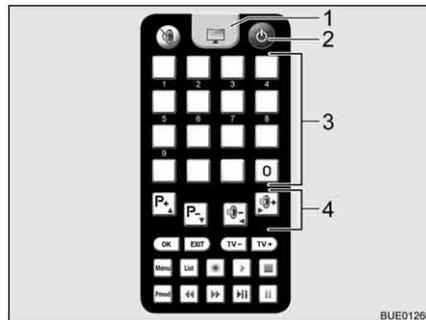

Fig. 39 Telecomando televisore
- Premere il tasto "⏻" (Fig. 39,2) sul telecomando. L'impianto si porta nella modalità di ricerca. Viene emesso un segnale acustico fisso.
- Per passare dalla ricezione televisiva al telecomando per il televisore, premere il tasto del televisore (Fig. 39,1). Il segnale acustico cessa. Sullo schermo compare un'immagine.
- Selezionare l'emittente desiderata con i tasti memoria (Fig. 39,3) sul telecomando del televisore o con i tasti funzione (Fig. 39,4).